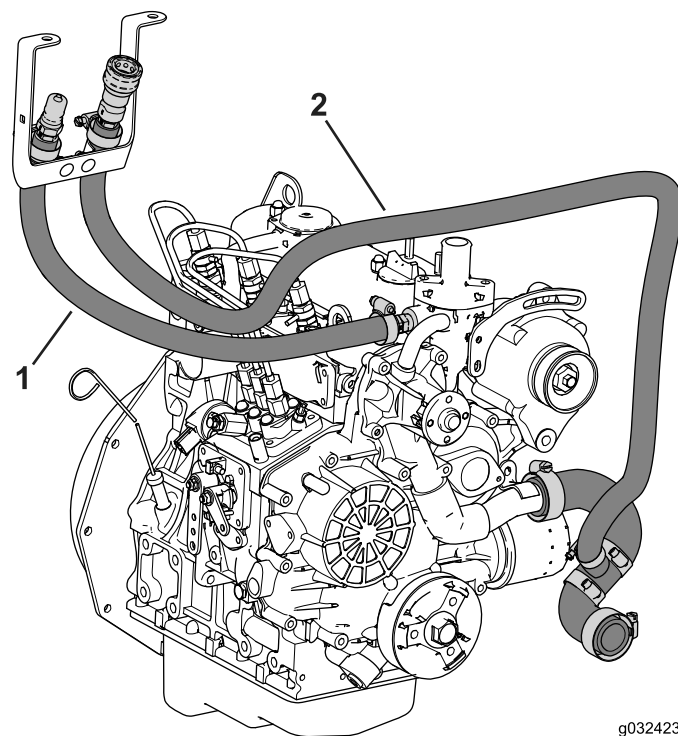

Рисунок 19
1. Проложите шланг подачи, как показано на Рисунок 19.